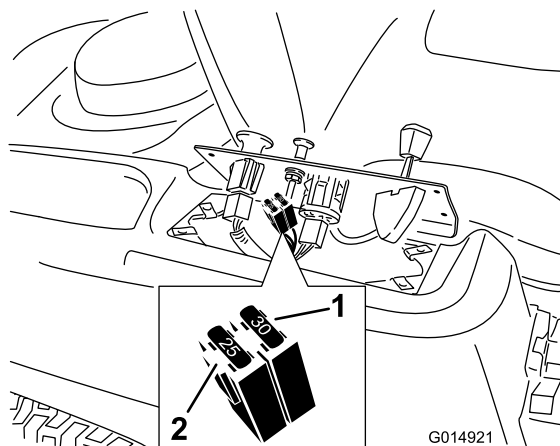

Figure 41
2. Soulevez le panneau de commande pour accéder au faisceau de câblage principal et au porte-fusibles (**Figure 41**).
3. Pour remplacer un fusible, tirez dessus pour l'enlever (**Figure 41**).